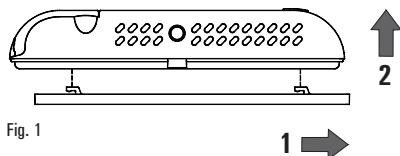

Fig. 1
- Desenganchar la placa a muro unida a la base del cronotermostato como se indica en la Fig. 1.